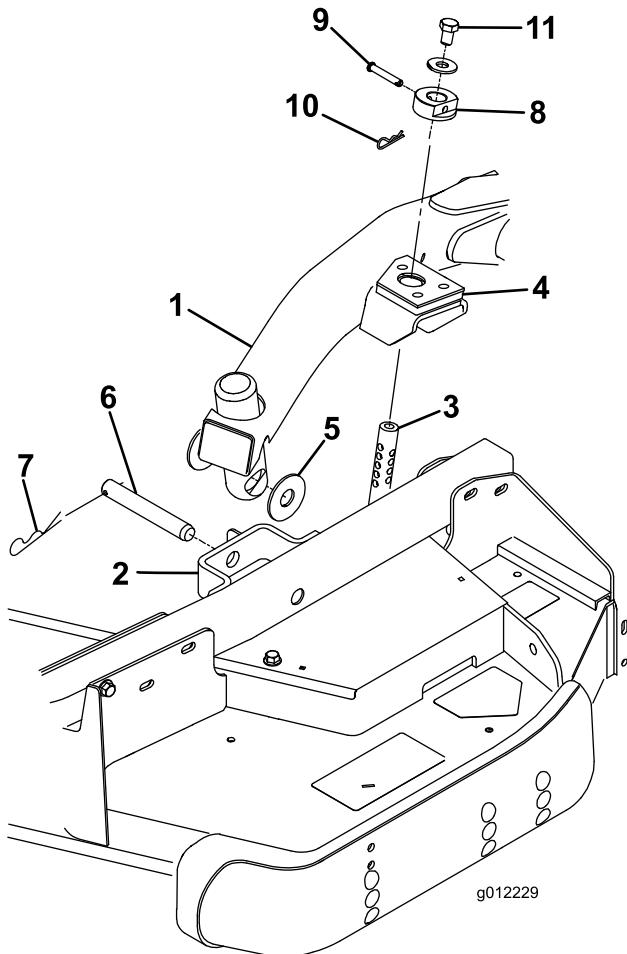

図 4
2. 昇降レバーをフロート位置とする。昇降アームを押し下げて、昇降アームについている穴とキャスター・アーム・ブラケットについている穴を整列させ、昇降アームのパッドに刈高ロッドを挿入できるようにする(図 4)
3. スラスト・ワッシャ 2 枚、クレビス・ピン、ヘアピン・コッターを使って、昇降アームをキャスター・アームに固定する。スラストワッシャは昇降アームとキャスター・アーム・ブラケットの間にに入る(図 4)コッターピンを、キャスター・アーム・タブのスロットに差し込んで固定する。
7. 刈高ロッドに刈高カラーを取り付け、クレビス・ピンとヘアピン・コッターで固定する(図 4)できれば、クレビス・ピンの頭をデッキの前に向けておく。
8. 刈高ロッドのそれぞれの上部に、ボルト (1/2 x 3/4 インチ) とワッシャを取りつける (図 4)。